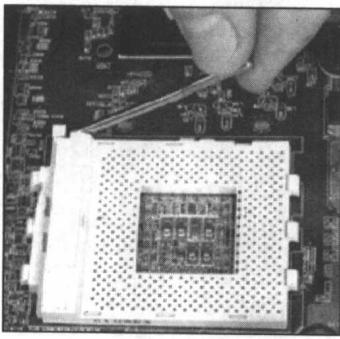

图 1-1 拉起 CPU 手柄
(1) 安装 CPU 和风扇
① 在主板上找到 CPU 插槽。
② 用手轻轻把 CPU 插槽的手柄拉起 90°，拉起时要稍向外用力，如图 1-1 所示。